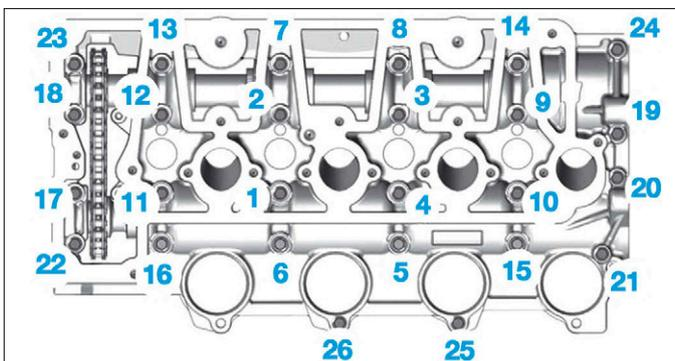

FIG. 90
- Serrer le carter d'arbres à cames dans l'ordre et aux couples de serrage prescrits (Fig.90) et respecter les points suivants :
- les vis (19, (20), (21), (24) sont plus longues,
- enduire les vis (7) de produit frenetanch.